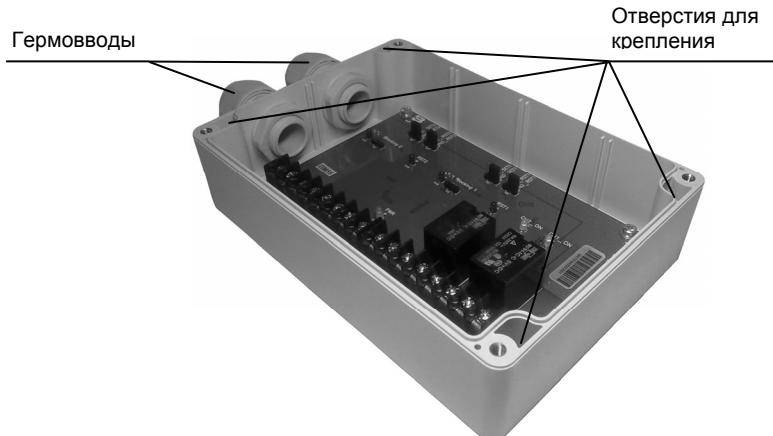

Рисунок 9 – Внешний вид УР-1 со снятой крышкой
- через гермоводы (рисунок 9) протяните провода к клеммам блока;